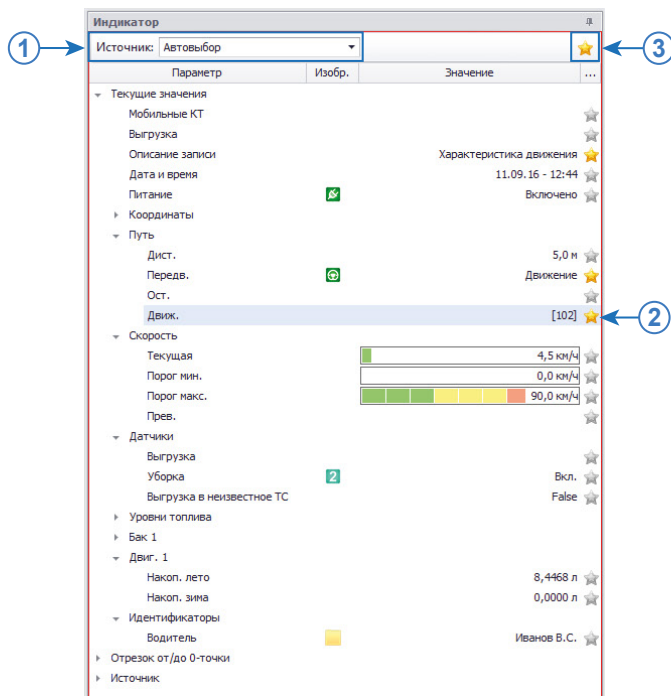

Рис.282. Индикатор значений.
На **Рис.282** показан пример индикации параметров ТС в Модуле «Индикатор значений».
- В Индикаторе значений выбрать нужный источник данных в поле «Источник» (Рис.282).
Предусмотрено 3 источника данных модуля (Рис.282, п.1):
Для того чтобы добавить индикатор в список избранных, необходимо включить настройку «Избранное» этого параметра, нажав кнопку ★ в строке с этим параметром модуля «Индикатор значений» (Рис.282, п.2). Для того чтобы удалить индикатор из списка избранных, необходимо выключить данную настройку повторным нажатием на кнопку. Для просмотра списка избранных индикаторов необходимо нажать кнопку ★ в верхнем правом углу модуля «Индикатор значений» (Рис.282, п.3), либо нажать правую кнопку мыши и в контекстном меню выбрать «Избранное».